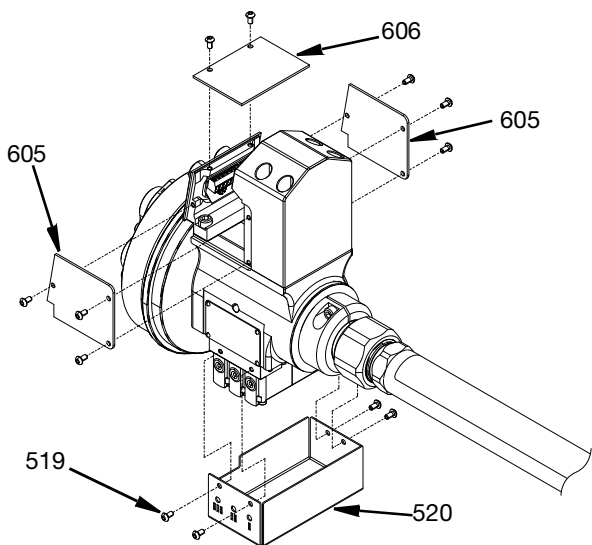

ABB. 12
- Um Zugang zu den Innenteilen der Switch 3D Edelstahl-Pistole zu erhalten, entfernen Sie die seitlichen Abdeckungen (605), die obere Abdeckung (606) und die äußere Abdeckung (520), indem Sie die Schrauben (519) mit einem Sechskantschlüssel entfernen. Siehe ABB. 12.